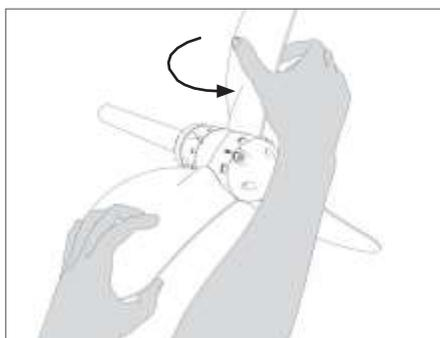

FIG. 22 Lleve las palas a la posición de bandera
- Lleve las palas a la posición de bandera (Fig. 22 - 23).